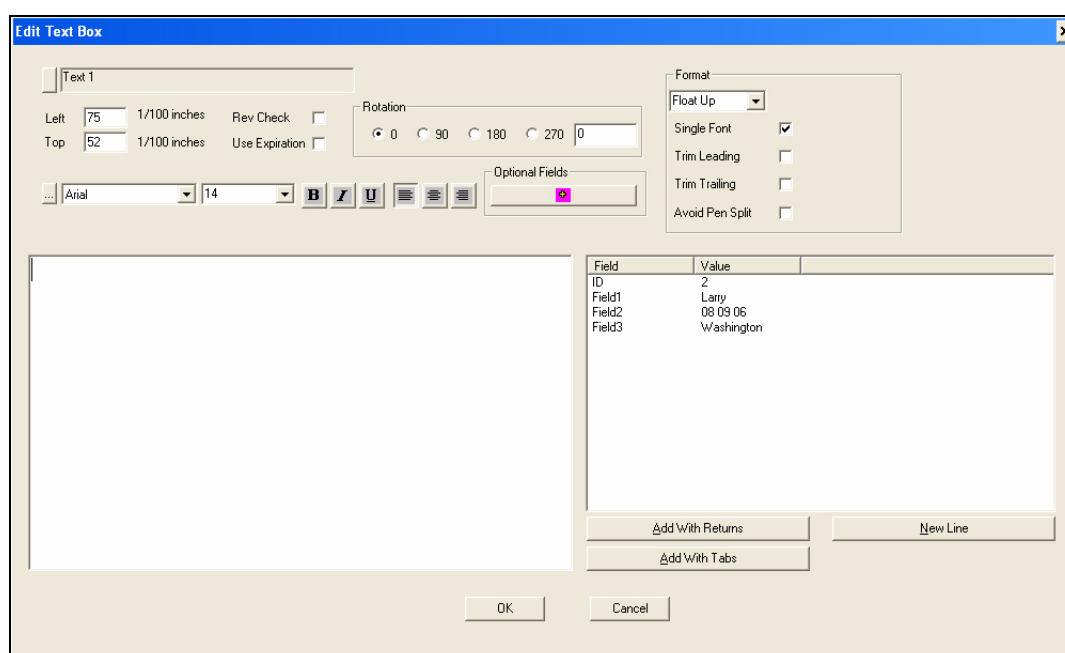

Рисунок 4-12: Редактирование текстовых полей
- 3 Кликнуть и раздвинуть перекрестие для создания поля для текста. Появится экран *Редактирования текстовых полей* (см.Рис.4-12).